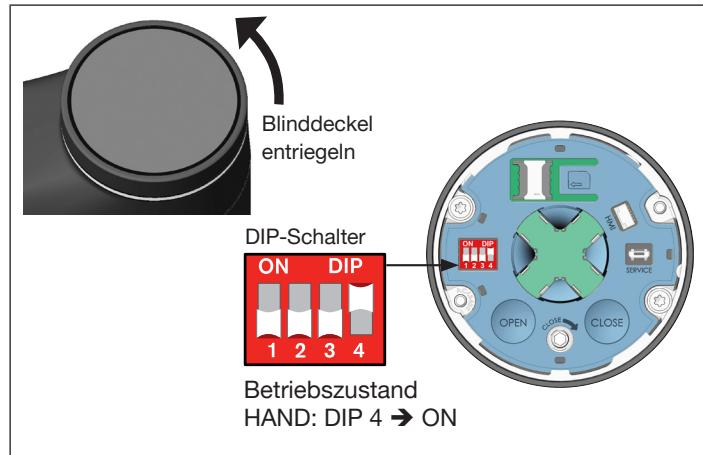

Abb. 26: Betriebszustand **HAND** einstellen
- DIP-Schalter 4 auf ON stellen. Das Gerät befindet sich nun im Betriebszustand **HAND** (siehe „Abb. 26“).